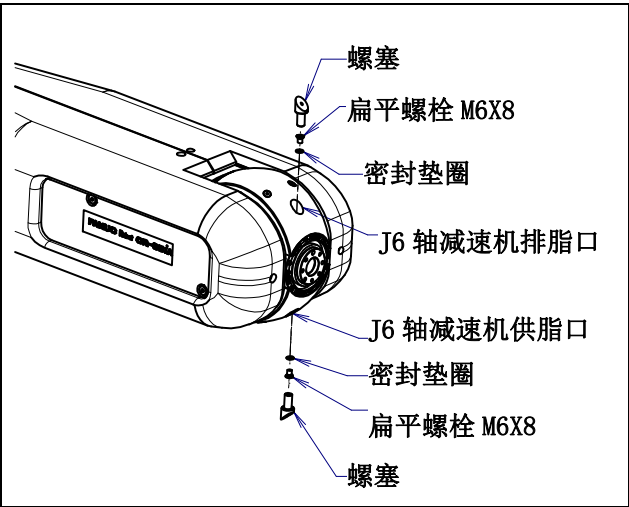

图 7.3.2 (a) J6 轴减速机的供脂部位
- (ii) 有关供脂部位、供脂方法，请参阅图 7.3.2 (a)、表 7.3.2 (a)。